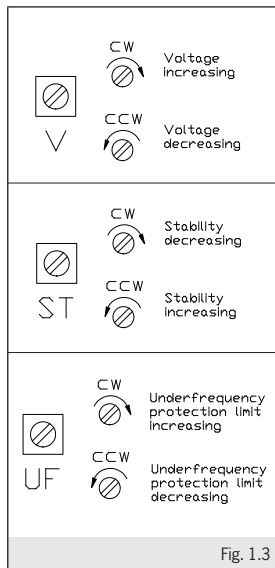

Fig. 1.3
The output voltage can be changed by adjusting potentiometer "V" (see fig.1.3). Run the generating set to its nominal speed and turn until the required voltage is obtained. If a small variation in speed causes a change in voltage, then the under speed protection should first be calibrated.
Il est possible de modifier la tension de sortie en agissant sur le potentiomètre « V » (voir fig.1.3). Avec le groupe en marche à la vitesse nominale, régler jusqu'à l'obtention de la valeur désirée. Si à une petite variation de vitesse la tension varie, il faut régler d'abord la protection de sous-vitesse.
Regolazione della stabilità (vedi fig.1.3): qualora si dovessero verificare delle fluttuazioni di tensione a carico, è possibile agire sul potenziometro "ST" che modula la prontezza di risposta del regolatore agli stimoli esterni, permettendo di eliminare eventuali instabilità del sistema alternatore - carico.
Regolazione della protezione della sottovelocità a 50 (60)Hz (vedi fig.1.3): portare il gruppo in rotazione regolandolo in modo da ottenere una frequenza di 46 (56)Hz. Ruotare il trimmer "UF" fino al punto in cui la tensione inizia a calare. Riportare il gruppo alla velocità nominale.
Stability adjustment (see fig. 1.3): if on load voltage fluctuations are experienced adjust potentiometer "ST", which modulates the reaction time of the regulator to external inputs, thereby eliminating any instability in the alternator-load system.
Setting of the under speed protection at 50 (60)Hz (see fig.1.3): start up rotation of the generating set adjusting it to obtain a frequency of 46 (56) Hz. Turn trimmer "UF" until the voltage begins to drop. Restore nominal speed.
Contrôle de la stabilité (voir fig. 1.3): si des fluctuations de tension sous charge devaient se vérifier, il est possible d'agir sur le potentiomètre "ST" qui module la rapidité de réponse du régulateur aux stimulations extérieures, en permettant d'éliminer les éventuelles instabilités du système alternateur - charge.
Réglage de la protection de la sous-vitesse à 50 (60) Hz (voir fig. 1.3): porter le groupe en rotation en le réglant de manière à obtenir une fréquence de 46 (56) Hz. Tourner le trimmer « UF » jusqu'au point où la tension commence à baisser. Reporter le groupe à la vitesse nominale.
Raccordement d'un potentiomètre extérieur : enlever le cavalier des bornes et connecter le potentiomètre (5 kΩ, 0,5 W) aux extrémités libres "EXT POT". Porter le groupe à la vitesse nominale et agir sur le potentiomètre externe et éventuellement sur le trimmer «V» afin d'obtenir la tension désirée (voir fig. 1.3).
Die Ausgangsspannung kann am Potentiometer "V" verändert werden (Siehe Abb. 1.3). Bei mit Nenndrehzahl laufendem Aggregat auf den gewünschten Wert regulieren. Wenn bei geringfügiger Veränderung der Drehzahl auch die Spannung variiert, muss zunächst der Unterdrehzahlenschutz reguliert werden. Die Referenzspannung (Siehe Abb. 1.1 - „Voltage jumper“) muss wie folgt angeschlossen sein:
Es posible modificar la tensión de salida actuando en el potenciómetro "V" (fig. 1.3). Con el grupo en movimiento a velocidad nominal, regular hasta obtener el valor deseado. Si con una pequeña variación de velocidad la tensión cambia, es necesario en este caso regular en primer lugar la protección de subvelocidad.
Stabilitäts Control (Siehe Abb. 1.3): sollten Spannungsschwankungen unter Last auftreten, kann auf den Potentiometer "ST" eingewirkt werden, welcher die Reaktion des Reglers auf externe Reize moduliert, so dass eventuelle Instabilitäten des Systems Drehstromgenerator – Last beseitigt werden.
Control de Estabilidad (fig. 1.3): si se produjeran fluctuaciones de tensión bajo carga, se puede actuar en el potenciómetro "ST" que modula la inmediatez de respuesta del regulador a los estímulos externos, eliminando eventuales inestabilidades del sistema alternador - carga.
Regelung der Unterdrehzahl auf 50 (60)Hz (Siehe Abb. 1.3): das Aggregat drehen lassen und so einstellen, dass eine Frequenz von 46 (56)Hz erreicht wird. Den Trimmer "UF" auf den Punkt verstellen, an dem die Spannung beginnt abzufallen. Das Aggregat auf Nenndrehzahl bringen.
Regulación de la subvelocidad a 50 (60) Hz (fig. 1.3): hacer girar el grupo regulándolo de manera que la frecuencia obtenida sea de 46 (56) Hz. Girar el trimmer "UF" hasta el punto en que la tensión empiece a disminuir. Poner de nuevo el grupo a la velocidad nominal.